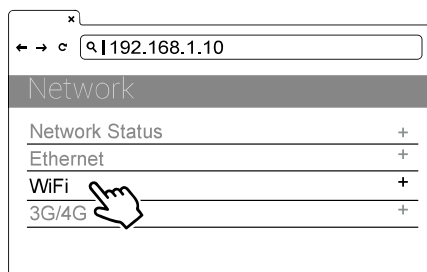

Figura 34. Selección de la red
- 1) Seleccione Wi-Fi Module. Véase la figura 34.